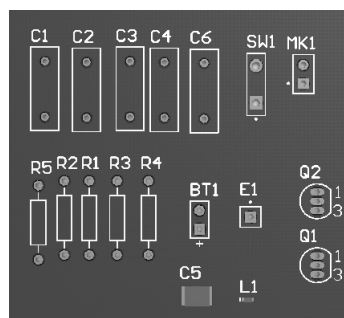

图 8-53 三维显示图
- (2) 选择菜单栏中的“察看”→“切换到三维显示”命令，系统自动切换到三维显示图，如图 8-53 所示。